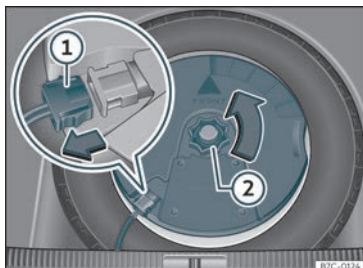

Fig. 214 No maleteiro: desmontar o subwoofer.
- Desconecte o cable do altafalante *subwoofer*» fig. 214 ①.
• Xire a roda de fixación no sentido contrario ás agullas do reloxo» fig. 214 ②.